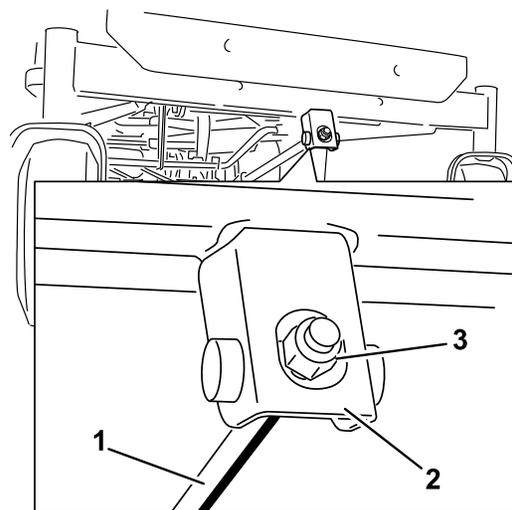

Bild 54
6. Drehen Sie für das Einstellen der Schnittmesserneigung in Längsrichtung die Einstellmutter vorne am Mähwerk (Bild 54).